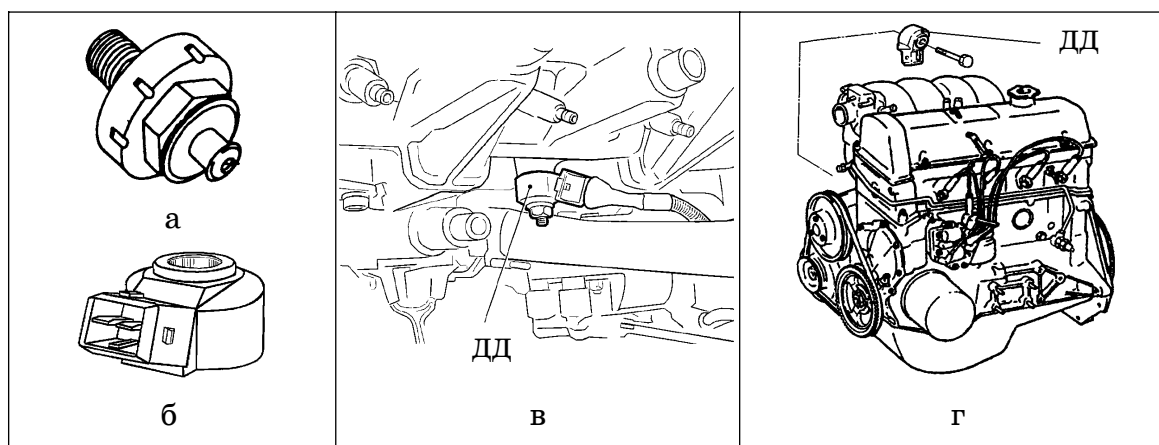

Рис.9 Внешний вид и расположение датчиков детонации:
**Датчик детонации (дет. 2112-3855020), рис.9 б, (широкополосный)** пьезокерамического типа устанавливается на блоке двигателя, на двигателе 21214 датчик устанавливается с правой стороны под выпускным коллектором. Во время работы двигателя датчик генерирует сигнал напряжения переменного тока с частотой и амплитудой зависящей от частоты и амплитуды вибрации той части двигателя, на которой установлен датчик.